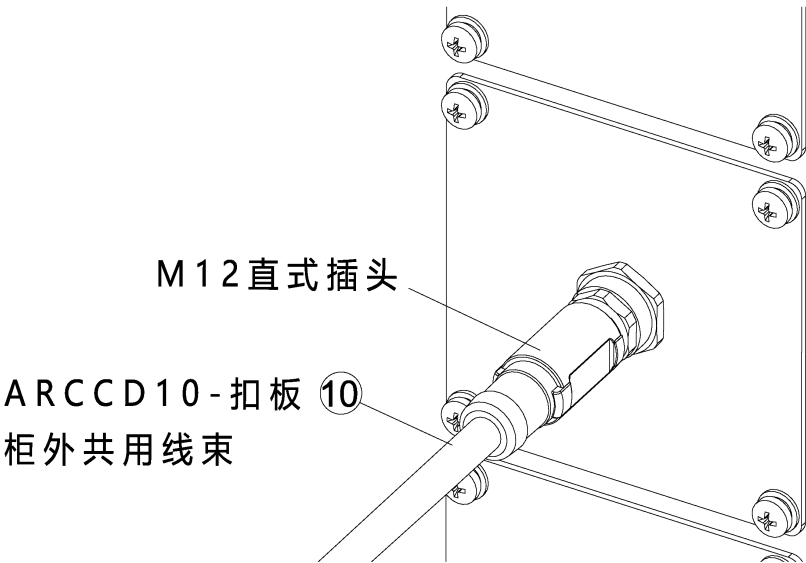

图 21-43 ARCCD10-扣板柜外共用线束接线
步骤6. 将 ⑩ ARCCD10-扣板柜外共用线束带有 M12 直式插头的一端按照三角定位标识接在柜体的 M12 母座接头上, 另一端接在 ⑪ 一体式弹簧端子台上, 参考图 21-43。